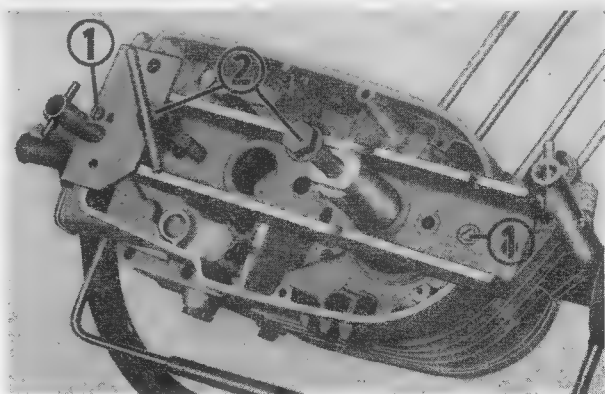

Bild 223. Trennen des Gehäuses
Die Montagebrücke 22-50.430 wird mit zwei Schrauben M 6 (1) auf die rechte Gehäusehälfte geschraubt (siehe Bild 223).